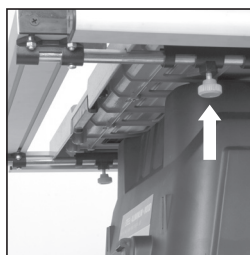

Fig. 28
- Desserrer les deux boutons de fixation (un devant et un au dos de la scie) en dessous du côté gauche de l'établi de la scie (**fig. 28**).